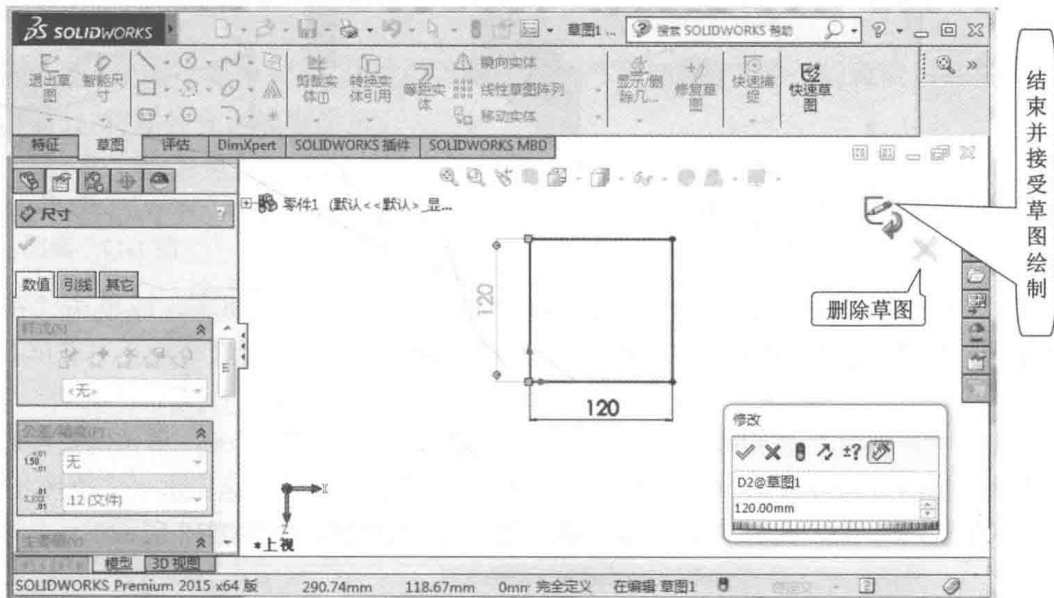

图 1-13 绘制草图并标注尺寸
(5) 单击“智能尺寸”按钮，指针变为，单击水平边线，下移鼠标，出现该边线的尺寸，单击确定尺寸线的位置，系统弹出“修改”对话框，输入 120（见图 1-13），单击确定，修改尺寸数值。同理标注竖直边线尺寸，尺寸数值为 120，如图 1-13 所示。